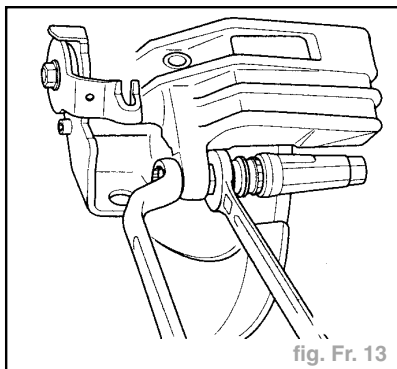

fig. Fr. 13
- Enfoncer le levier de frein (2) dans le sens de la flèche et décrocher le câble de frein à main (3).
- Dévisser les vis de fixation du boîtier d'étrier de frein en faisant contre-appui sur le pivot de guidage (fig. Fr. 13).